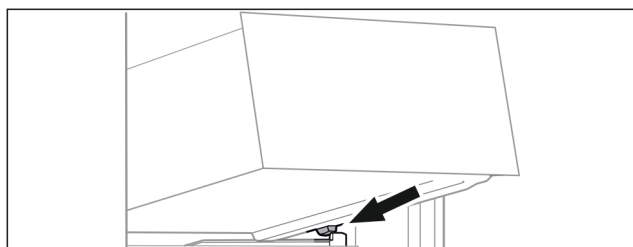

Fig. 192
- Placer le tiroir, en l'inclinant, derrière les butées sur la nervure de récipient. (voir Fig. 192)